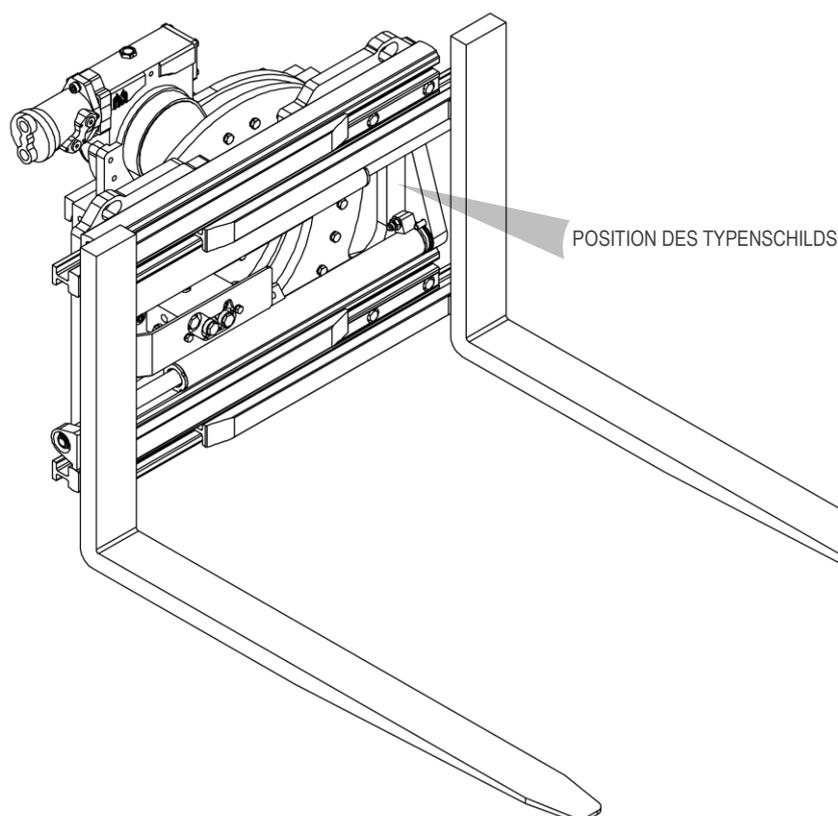

Abbildung 1
Alle Anbaugeräte A.T.I.B. – 360° ENDLOS DREHBARE KLAMMER MIT ANGESCHWEIßTEN GABELN TYP 301.474.170 | MIT DREHGABELN TYP 301.474.150 | MIT 4 GABELN TYP 301.474.4 sind mittels eines Klebetypenschilds gekennzeichnet (siehe *Tabelle 1*), welches am Gerät angebracht ist (siehe *Abbildung 1*, jedoch kann die Position je nach Anbaugerät variieren). Bitte beziehen Sie sich immer auf die Seriennummer.
5. Zum Handling verwenden Sie Hebebänder oder Hubketten, die entsprechend dem auf dem Typenschild angegebenen Gewicht des Anbaugeräts dimensioniert sind (siehe *Abbildung 1* und *Tabelle 1* auf Seite 6).
10. Schließen Sie den Hydraulikkreislauf an und stellen Sie sicher, dass der Betriebsdruck der Schläuche größer oder gleich dem auf dem Typenschild angegebenen Wert ist (siehe *Abbildung 1* und *Tabelle 1* auf Seite 6).
6. Zum Handling verwenden Sie Hebebänder oder Hubketten, die entsprechend dem auf dem Typenschild angegebenen Gewicht des Anbaugeräts dimensioniert sind (siehe *Abbildung 1* und *Tabelle 1* auf Seite 6).